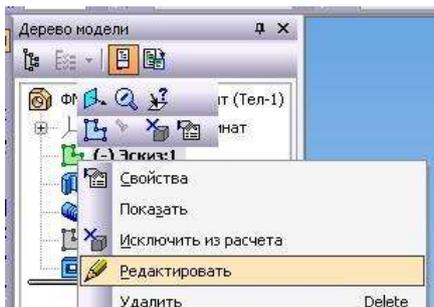
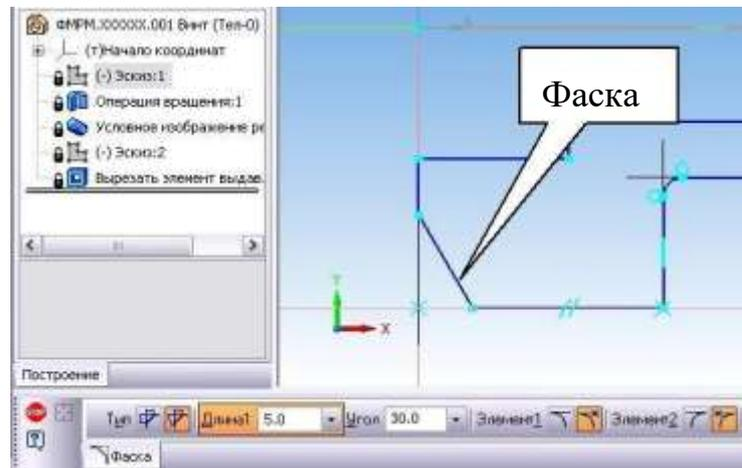

Рисунок 7.120 –
Рисунок 7.121 – Результат редактирования
8) *Редактировать эскиз* детали (выполнить фаску длиной 5 мм, угол - 30°) (рисунок 7.120): Выбрать в *Дереве модели* Эскиз 1 → Щелкнуть по нему ПК мыши → Редактировать (рисунок 7.121).